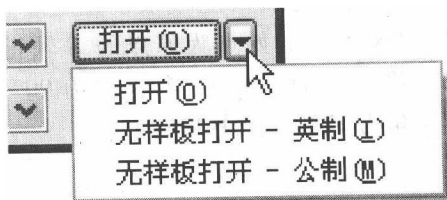

图 1-17 “选择样板”对话框中的“打开”下拉列表
利用该对话框, 可以调用默认的图形样板文件。另外, 单击该对话框右下角的“打开”下拉箭头, 将弹出一下拉列表 (图 1-17)。在该下拉列表中, “打开 (O)” 选项, 用于打开已选择的样板文件; “无样板打开-英制 (I)” 选项, 是以英制单位打开系统内部默认的图形样板文件, 默认图形边界 (称为图形界限) 为 $12\text{in} \times 9\text{in}$; “无样板打开-公制 (M)”^① 选项, 是以公制单位打开系统内部的图形样板文件, 默认图形边界为 $429\text{mm} \times 297\text{mm}$ 。